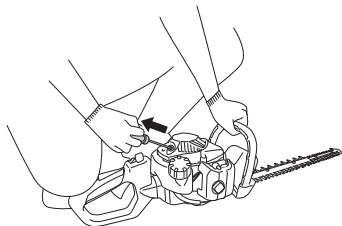

Fig. 6
3. Tirez vivement sur la corde du lanceur, en faisant attention de bien tenir la poignée sans la laisser s'échapper brusquement. (Fig. 6)